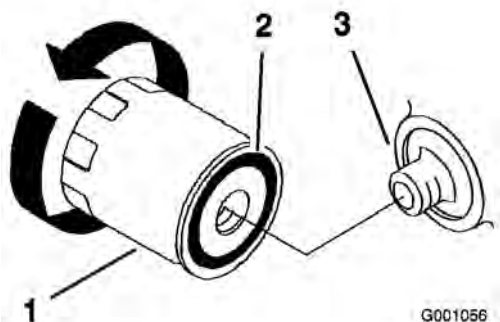

Figure 37
4. Appliquez un mince film d'huile neuve sur le joint en caoutchouc du filtre de rechange (Figure 37).
5. Posez le filtre à huile de rechange sur l'adaptateur. Tournez le filtre dans le sens horaire jusqu'à ce que le joint touche l'adaptateur, puis donnez 1/2 tour supplémentaire (Figure 37).